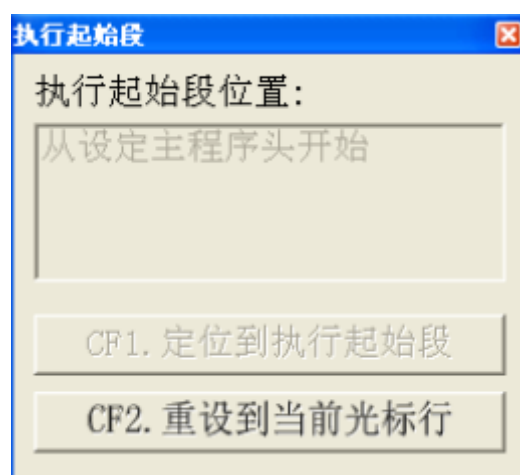

图 6
8. 启动加工前在文本编辑界面，将鼠标点击到 T1M6 位置，然后点击右侧的“CF8.继续”点击“CF1.执行起点”会弹出图 6 所示对话框，点击“CF2.重设到当前光标行”，然后直接运行程序即可